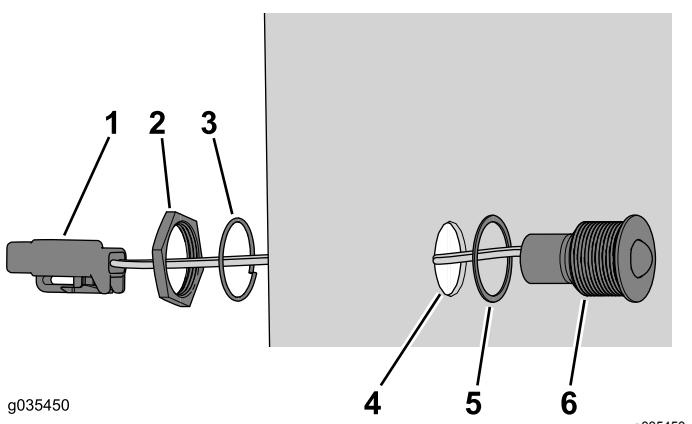

Figura 15
6. Inserite il connettore attraverso il foro di montaggio nel pannello del coperchio (Figura 15).
Nota: Assicuratevi che la guarnizione sia montata tra il coperchio e la spia luminosa (Figura 15).
- 7. Utilizzate il dado di fissaggio e la rondella per fissare la spia luminosa al foro di montaggio nel pannello del coperchio (Figura 15).